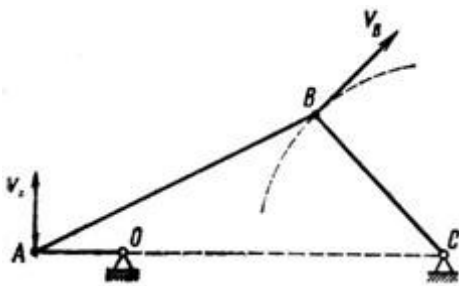

Рисунок 3
3. В четырехзвенном механизме  $OABC$  (рис. 3) точка  $A$  движется по круговой траектории радиусом  $OA = 0,15$  м, а точка  $B$  – по дуге радиусом  $BC = 0,3$  м,  $OC = 0,5$  м. Определить для данного положения механизма скорость точки  $B$ , если  $v_A = 4,55$  м/с.